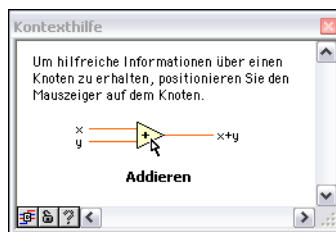

Abbildung 2-2. Kontexthilfe
1. Zur Anzeige der Kontexthilfe wählen Sie im Frontpanel oder Blockdiagramm aus dem Menü **Hilfe»Kontexthilfe anzeigen** (vgl. Abbildung 2-2). Stattdessen können Sie auch auf dem Frontpanel oder Blockdiagramm auf die Schaltfläche **Kontexthilfe anzeigen** klicken.